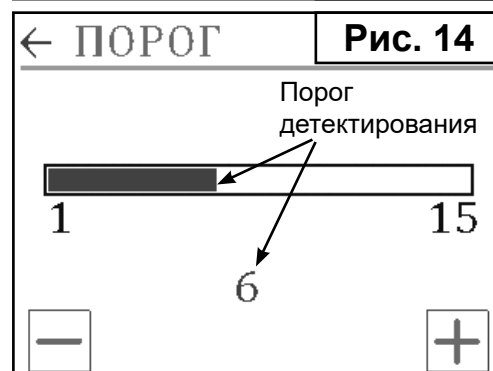

Рис. 14
3. Нажатием кнопок  и  установите необходимое значение порога детектирования. (Рис. 14). Для возврата в меню настройки нажмите кнопку  в левом верхнем углу экрана.
4. Для выхода в режим «ГОТОВ» (Рис. 15) повторно нажмите кнопку  (Рис. 14).